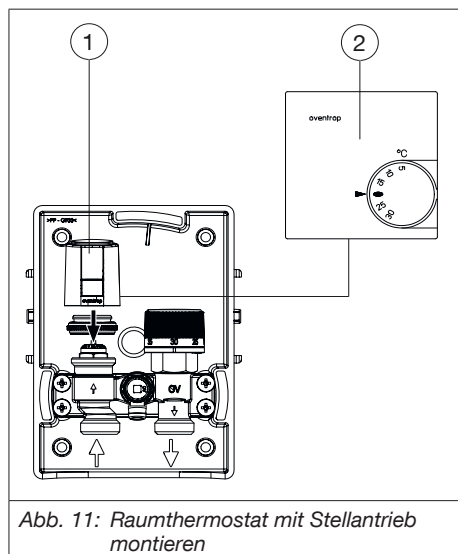

Abb. 11: Raumthermostat mit Stellantrieb montieren
- Schrauben Sie den Stellantrieb (siehe Abb. 11 auf Seite 14 (2)) auf das Ventil. Führen Sie das Kabel durch die Bohrung im Wand-einbaukasten (siehe 6.1 auf Seite 11).